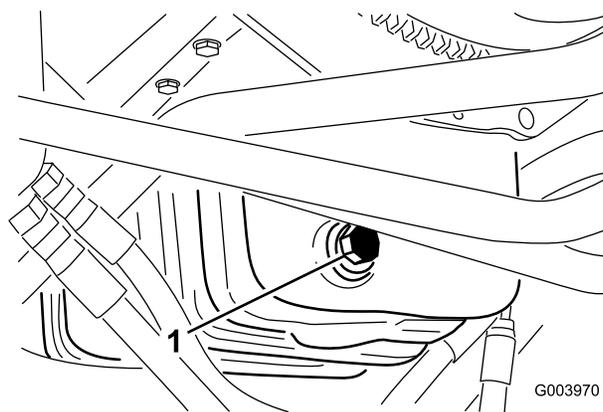

Figura 62
1. Retire o tampão de escoamento (Figura 62) e deixe o óleo escorrer para um recipiente adequado.